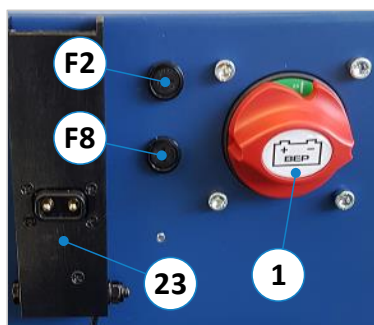

Figure 7 : interrupteur principal
Remise en service après la mise hors tension via l'interrupteur principal ou le bouton (N)	Si la télécommande doit être remise en service après avoir été éteinte via l'interrupteur principal (⇒ Figure 7) ou le bouton-poussoir (N), la liaison radio doit être rétablie. Lors de l'activation, les LED (L7) + (L8) clignotent et la LED (L1) à côté du bouton (1) doit être allumée → Si une autre LED s'allume à côté d'un autre bouton, la liaison radio ne peut pas être établie. Appuyer ensuite 1 fois sur le bouton à côté de la LED allumée, puis sur le bouton (1).